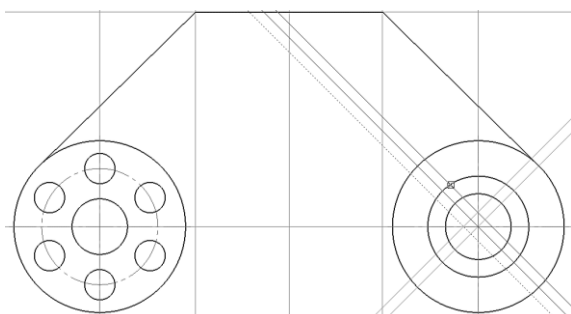

Рис. 51. Построение вспомогательных параллельных прямых
2.10.3 Относительно этих прямых при помощи команды **Параллельная прямая** провести линии на расстоянии 4 мм (рис.51).